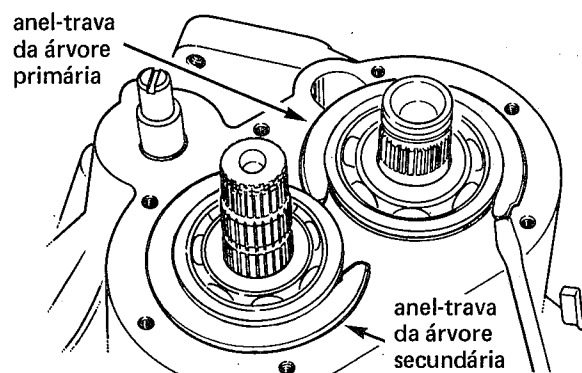

fig. 55
10. Remover os anéis-trava dos rolamentos das árvores primária e secundária (figs. 55 e 56)